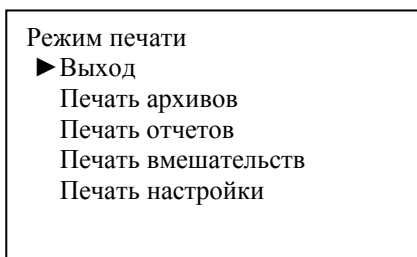

Рис. 4 – Меню «Режим печати»
3.4.2.2 После нажатия кнопки «2» вычислитель перейдет из режима «Мгновенные значения» в режим «Печать», на экране ЖКИ появится меню (рис. 4). В верхней строке на экране ЖКИ указано название режима. Остальные строки являются пунктами меню, по которым может перемещаться курсор (черный треугольник слева от строки, на рис. 4 – напротив пункта «Выход»). Перемещение курсора в этом, как и в других меню, осуществляется нажатием кнопок «1» (вниз) или «2» (вверх). Кнопкой «4» активизируется пункт меню, рядом с которым расположен курсор.